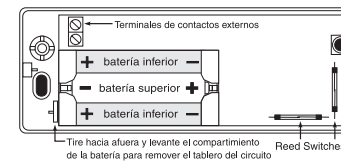

Figura 1
1. Observe la correcta polaridad (vea Figura 1).
Antes de montar la unidad, remueva el tablero del circuito. Tire hacia afuera la plaqueta localizada al lado del compartimento de la batería. Delicadamente levante el tablero del circuito fuera de el plástico (vea Figura 1).